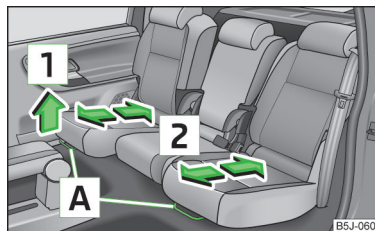

Fig. 56
- › Tirare la leva **A** nella direzione della freccia **1** e spingere il sedile nella posizione desiderata in direzione della freccia **2** » fig. 56.